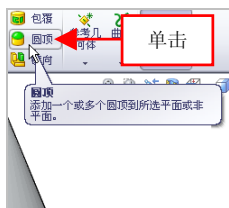

图 5-60 单击【圆顶】按钮
(2) 在【特征】选项卡中，单击【圆顶】按钮，如图 5-60 所示。